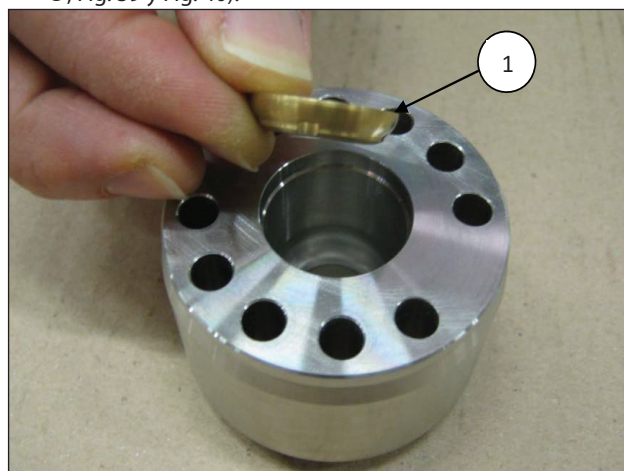
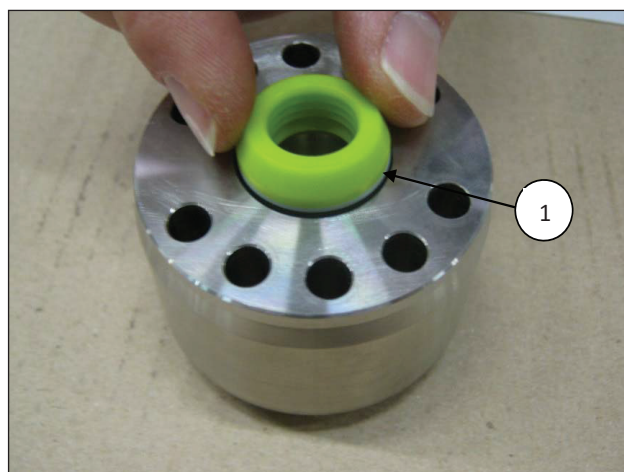
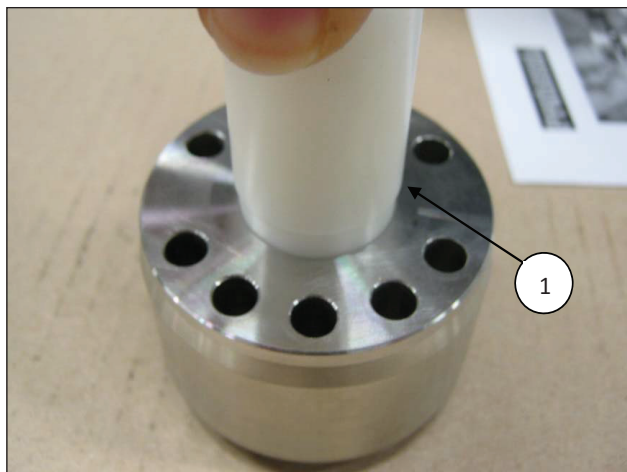

Fig. 38
Fig. 39
Fig. 40
- Introducir, en el soporte de las juntas HP, el anillo de cabecera (pos. ①, Fig. 38) y, a continuación, el paquete HP (alta presión); para evitar daños debido a la ligera interferencia entre la junta y el soporte de las juntas HP, se recomienda utilizar un tampón de material plástico (pos. ①, Fig. 39 y Fig. 40).
La junta H.P. se ha de introducir en la soporte como se indica en la Fig. 39 y la Fig. 41.